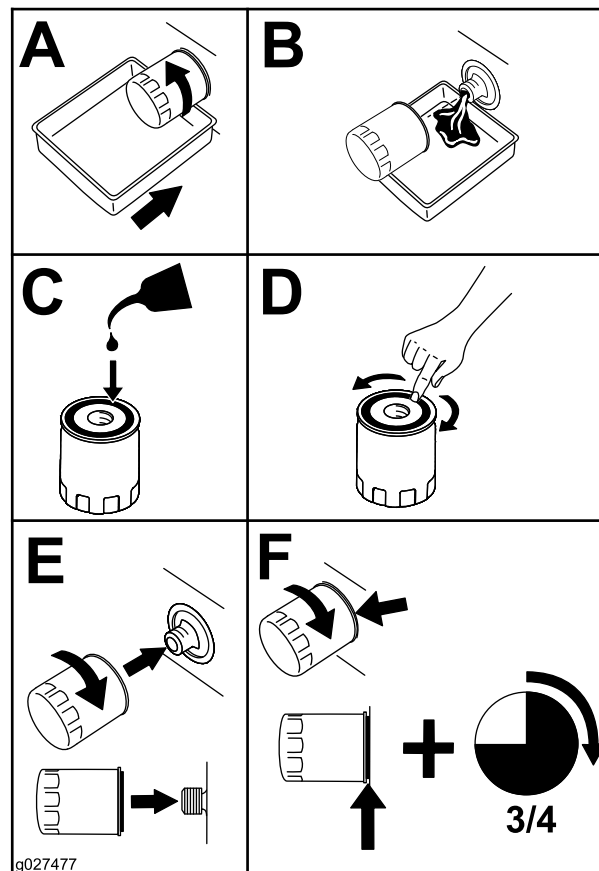

Figura 64
2. Cambiate il filtro dell'olio del motore (Figura 64).